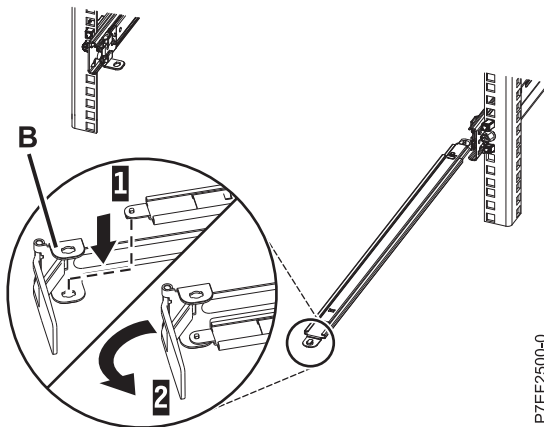

Figura 11. Fijación de la abrazadera de tope de portacables al brazo de soporte
- Localice el orificio de la esquina inferior interna de la abrazadera de tope de portacables en forma de L **(B)**. Coloque el extremo que queda libre del brazo de soporte de modo que la lengüeta de bloqueo de la parte inferior de la punta quede alineada con el orificio de la abrazadera. Inserte la pestaña en el orificio **(1)** y haga girar la abrazadera **(2)** para fijarla al brazo de soporte. Para obtener detalles, consulte la Figura 11.